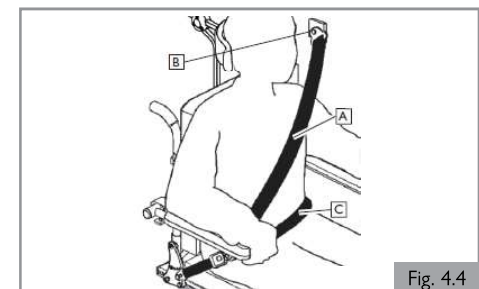

Fig. 4.4
14. Les deux ceintures de retenue au niveau du bassin et du torse supérieur doivent être utilisées pour retenir le passager afin de réduire la possibilité de choc à la tête ou au torse avec les composants du véhicule et de risques graves de blessures à l'utilisateur et tout autre occupant du véhicule (Fig. 4.4).
15. La ceinture de retenue du torse supérieur (A) doit être montée au pilier "B" du véhicule (B). Ne pas respecter ceci augmente le risque de blessures abdominales graves pour l'utilisateur (Fig. 4.4).
17. La ceinture de retenue du bassin (C) doit être fixée en position basse en travers du bassin de façon que l'angle de la ceinture du bassin soit dans la zone de préférence entre 30 et 75 degrés par rapport à l'horizontal (Fig. 4.4).
19. La ceinture thoracique (A) doit passer par-dessus l'épaule et en travers de la poitrine (Fig. 4.4).